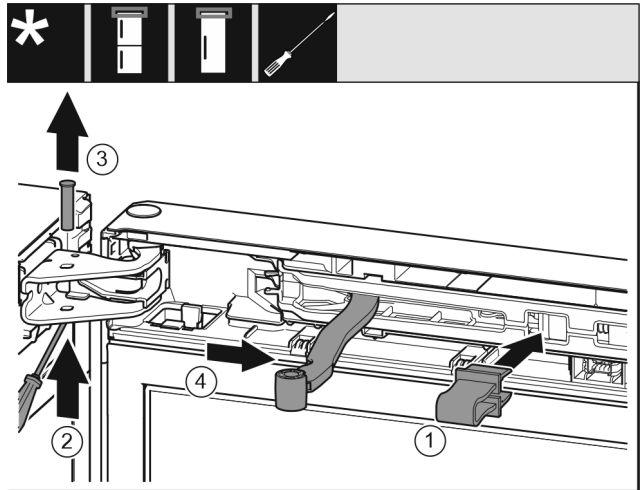

Fig. 9
- ▶ 将安全装置卡入开口。Fig. 9 (1)
- ▶ 用螺丝刀将螺栓推出。Fig. 9 (2)
- ▶ 向上取出螺栓。Fig. 9 (3)
- ▶ 将铰链转向门的方向。Fig. 9 (4)